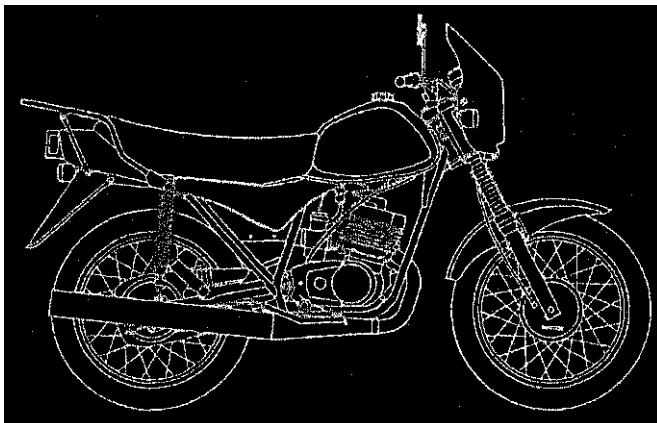

Рис.1. Мотоцикл ММВ3-3.1135 «Лидер»
1.1. Мотоцикл ММВЗ-3.1135 «Лидер» (рис. 1), предназначен для эксплуатации в качестве индивидуального транспортного средства для передвижения по дорогам с различным покрытием и без него под нагрузкой массой водителя, а на дорогах с твердым покрытием под нагрузкой массой водителя и пассажира, в климатической зоне с умеренным климатом (исполнение У, категории 1 ГОСТ 15150-69).